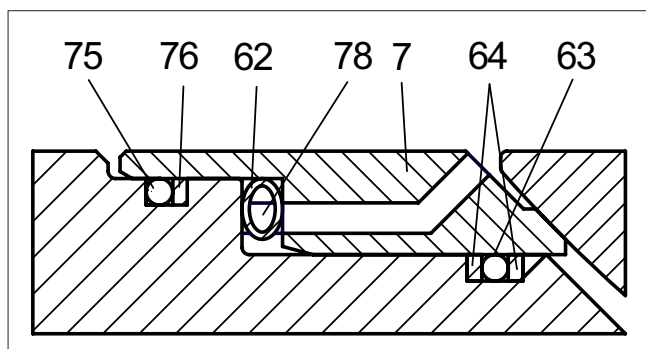

Fig. 10 Siège E
- Placer les joints arrière (63, 75) à leur place dans les rainures du corps. Voir Figure 10.
- Placer les bagues d'appui (64, 76) en bandes de PTFE des deux côtés du joint arrière (63) et à côté du joint arrière (75). Pour assurer la flexibilité de la jointure, les bouts de la bande doivent être biseautés.
- Placez le ressort (62) dans la rainure du siège (7). Voir les instructions au début de cette section.
- Placer les sièges dans le corps à la main et s'assurer que la goupille (78) du corps, qui empêche le siège de tourner, s'insère dans le trou du siège. Notez que l'alésage à travers le siège est un trou d'éjection. Si nécessaire, utiliser un maillet en plastique.